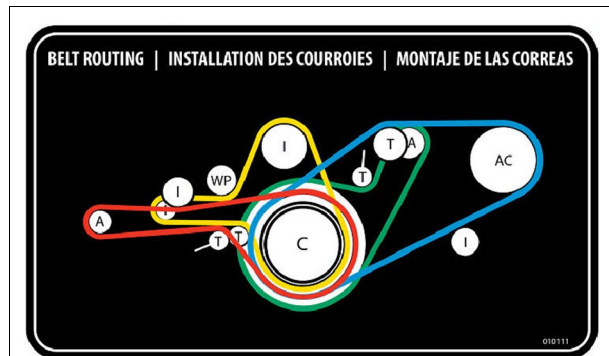

FIGURE 22 : PASSAGE DE COURROIE D'AUTOCAR – DELCO-REMY
2. Relever le bras du tendeur automatique de courroies et vérifier s'il y a un jeu entre le bras et le logement de ressort (FIGURE 22).